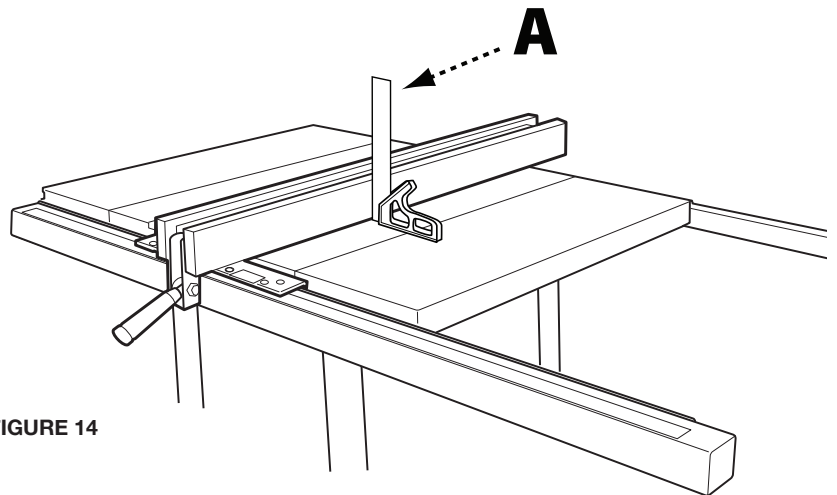

FIGURE 14
2. Placer une équerre (A) (Figure 14) contre la partie médiane du guide pour vérifier si le guide est bien perpendiculaire à l'établi.